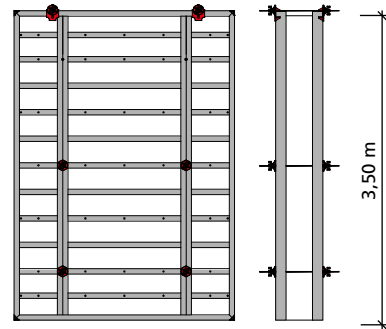

Abb. 47.2
■ Bis 3,50 m Betonierhöhe kann die oberste Ankerstelle durch eine über dem Element angebrachte Uni-Kralle ersetzt werden (Abb. 47.2).